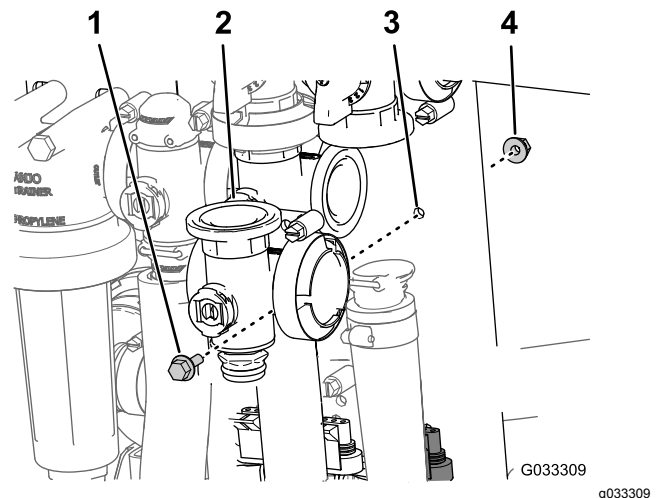

Bild 67
- Entfernen Sie die Sicherungsbundschraube und Sicherungsbundmutter, mit denen das Hauptauslegerventil an der Ventilhalterung befestigt ist, und entfernen Sie den Ventilverteiler von der Maschine (Bild 67).